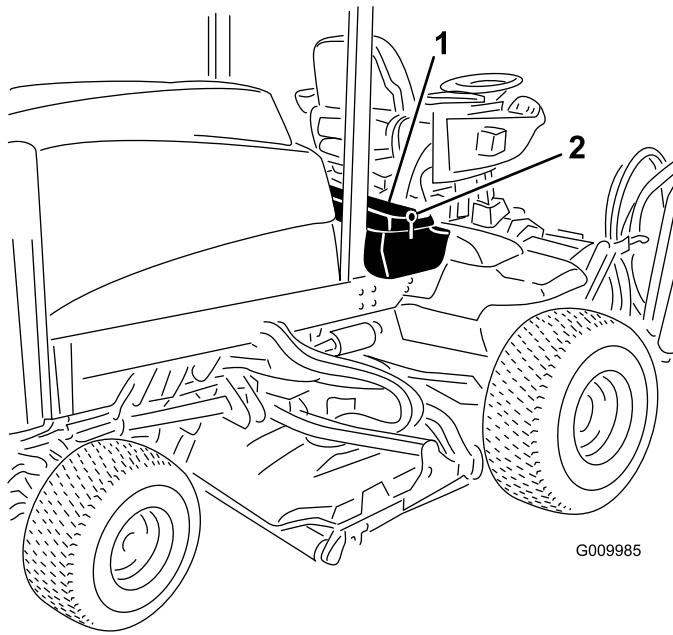

Figura 47
1. Desenganche y levante el panel de la consola del operador (Figura 47).